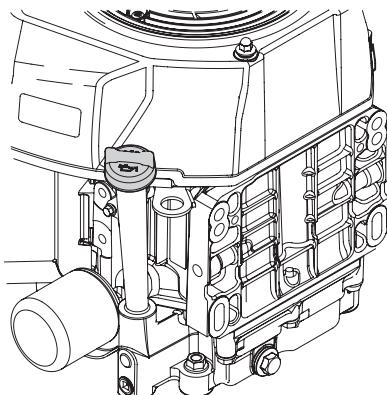

Figure 6-3
1. Essuyez autour du bouchon de la jauge et le tube avec un chiffon propre pour enlever les débris. Voir Figure 6-3.